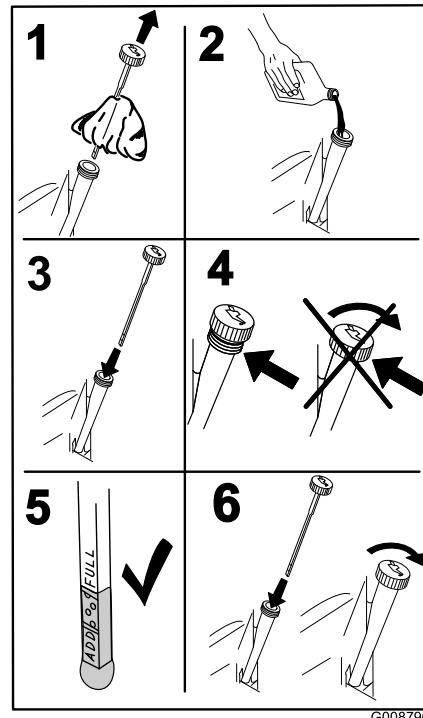

Figure 43
- Versez lentement environ 80 % de l'huile spécifiée dans le tube de remplissage, puis faites l'appoint lentement jusqu'à ce que le niveau atteigne le repère maximum (Full) (Figure 43).